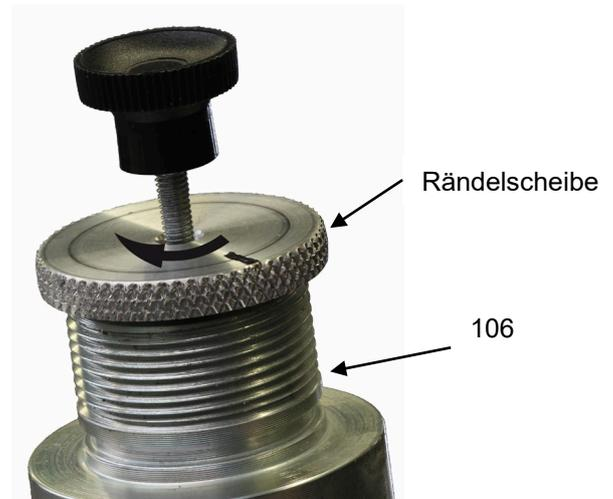

Abb. 5
Danach die Rändelscheibe ca. drei Umdrehungen im Uhrzeigersinn weiter gegen das Gehäuseoberteil (106) aufschrauben (Abb. 5).